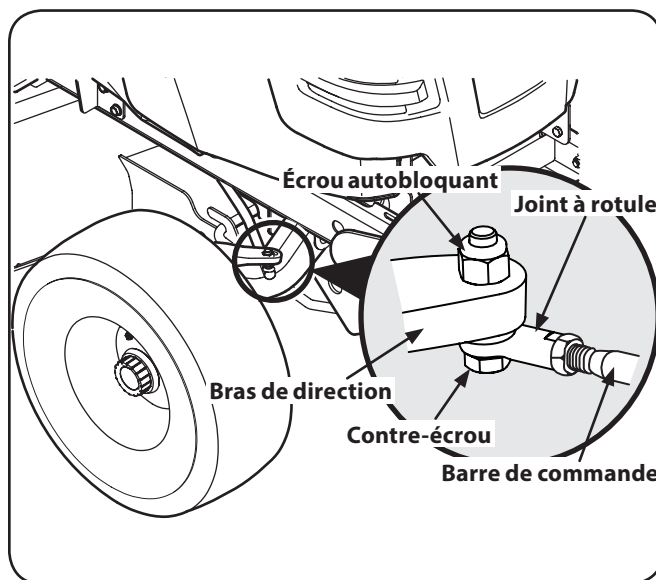

Figure 6-11
5. Desserrez les contre-écrous sur les joints à rotule. Voir Figure 6-11.
6. Retirez les écrous autobloquants afin de détacher les joints à rotule avant des bras de direction. Voir la Figure 6-11. Déplacez chaque roue manuellement afin d'obtenir le pincement adéquat, c'est-à-dire des mesures D égales.